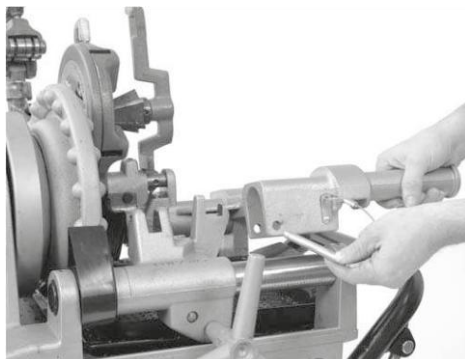

Figura 5 – Instalação do suporte adaptador
3. Coloque o suporte adaptador sobre a ponta dos trilhos da rosqueadeira RIDGID Modelo 300 compacta (conforme mostrado da Figura 5) e trave-o usando o pino anexo.